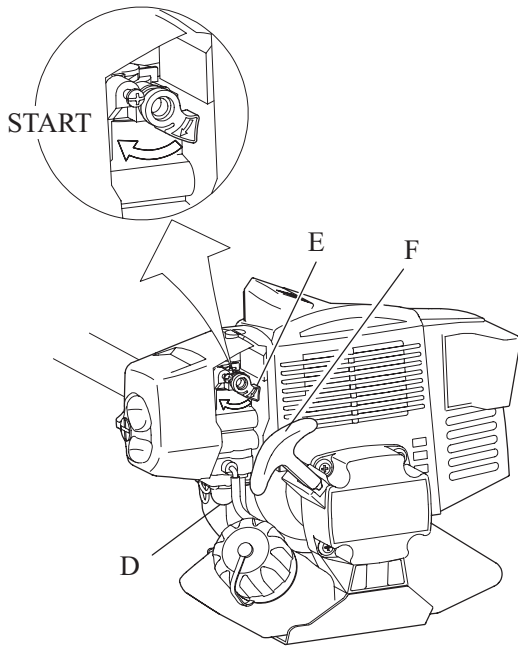
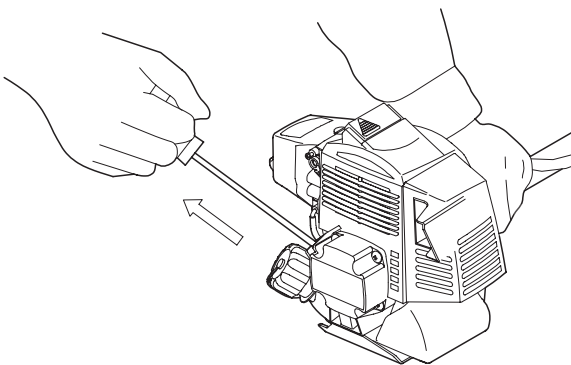

Fig.9-5
Fig.9-6
Druk een paar keer op de opvoerpomp (D) (Fig. 9-5).
Zet de chokehendel (E) in de “START” stand (Fig. 9-5).
Trek stevig aan de handgreep van de snelstarter (F) tot de motor aanslaat (Fig. 9-6).
Druk een paar keer op de opvoerpomp (D: Fig. 9-5).
Zet de chokehendel (E: Fig. 9-5) in de “START” stand.
Trek stevig aan de handgreep van de snelstarter (F: Fig. 9-5) tot de motor aanslaat (Fig. 9-6).
OPMERKING: Als u aan greep (I) trekt, zal de chokehendel (E: Fig. 9-5) vanzelf terugkomen.